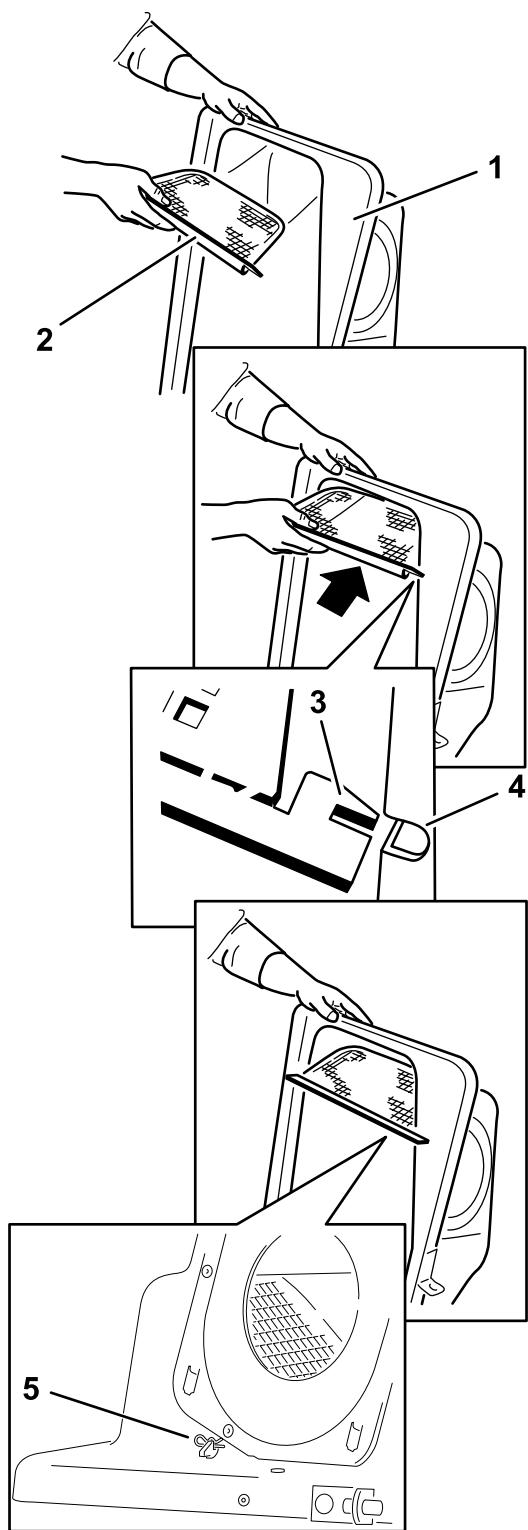

Figura 18
2. Montate la griglia come illustrato nella Figura 18 e assicuratevi che sia inclinata verso i cesti di raccolta.